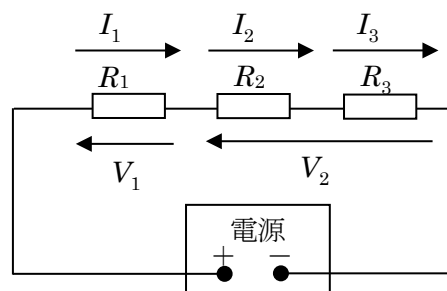

図 2．電気回路 2
- 3) 図 2 の電気回路 2 をブレッドボード上に作成し、抵抗 R_1 にかかる電圧 V_1 と、抵抗 R_2 と R_3 にかかる電圧 V_2 、および抵抗 R_1 に流れる電流 I_1 、抵抗 R_2 に流れる電流 I_2 、抵抗 R_3 に流れる電流 I_3 をテスターで測定し、それらの測定値を解答欄に記入せよ。ただし、抵抗 R_1 と R_2 は $1.0\text{ k}\Omega$ のものを、抵抗 R_3 は $2.0\text{ k}\Omega$ のものを使用せよ。